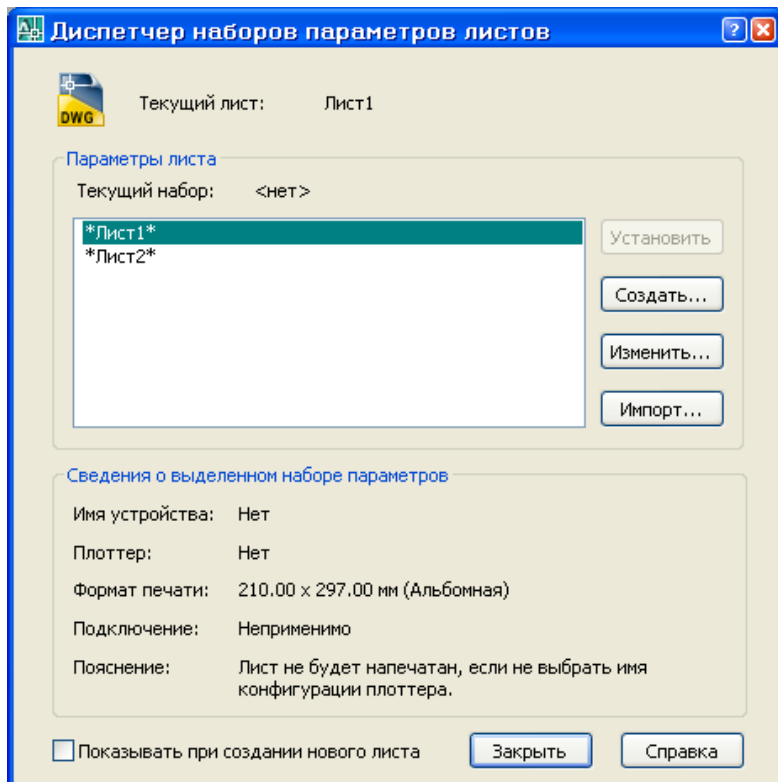

Рис.13.4. Диалоговое окно Диспетчер наборов параметров листов
- В диалоговом окне **Диспетчер наборов параметров листов** (рис.13.4) при выделенной строке **Лист1** в поле **Параметры листа** щелкните по кнопке **Изменить**.